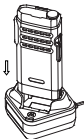
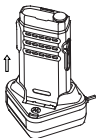

Figura 2: Introducir el radio en el cargador para cargarlo
Figura 3: Levantar el radio del cargador
3. Para cargar un radio con batería con el radio apagado, consulte la Figura 2 y la Figura 3.